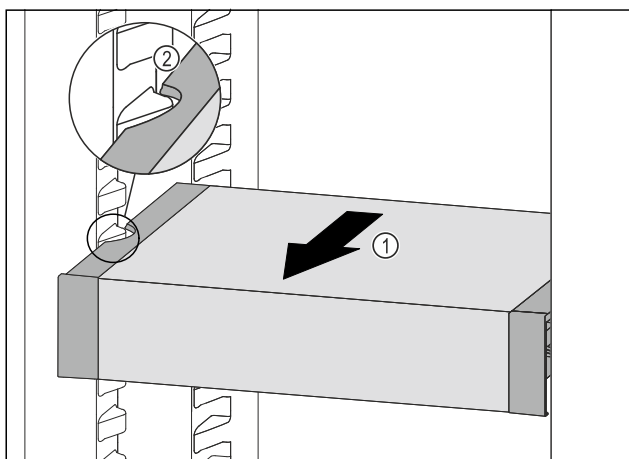

Fig. 98
- ▶ Predal VarioSafe povlecite naprej Fig. 98 (1), dokler nista stranska izreza predala VarioSafe na višini nastavka za posodo v hladilniku. Fig. 98 (2)